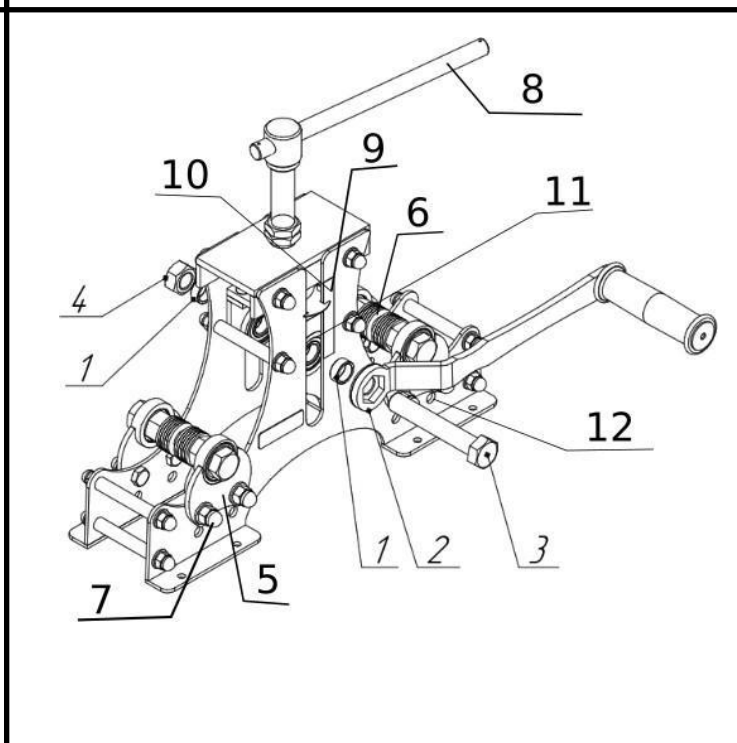

Рис. 4. Профилегйб "Удачный Лайт"
2. Подберите внутреннюю ширину для надежной фиксации профиля при прокате. Для этого добавьте или уберите специальные шайбы и втулки. Для этого используйте схему, описанную в п. 2 раздела "Сборка трубогиба перед первым использованием", только вместо прижимного вала используйте опорные, которые установлены на фланцы 5) на Рис. 4. Аналогично можно установить адаптер для дрели, который приобретается отдельно и не входит в стандартную комплектацию.
3. Вращая ручку (8) на Рис. 4 установите профилегип в верхнее положение, позволяющие без усилий вставить на валы профильную трубу.
Трубогиб "Удачный-Лайт" позволяет изменять высоту установки валков. Для того, чтобы сменить положение валков, открутите болты крепления фланцев (опоры) (7) на Рис. 4 на всех четырех опорах. Для удобства можно снять валки. Переместить в нужное положение и закрепить. Если валки сняты, установить их на место.